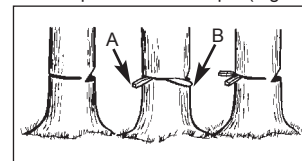

Fig. 11C
1. Utilisez des cales en bois ou en plastique (G) pour éviter que la barre ou la chaîne (H) se coince dans l'entaille. Les cales vous permettent également de contrôler l'abattage (Fig. 11C).